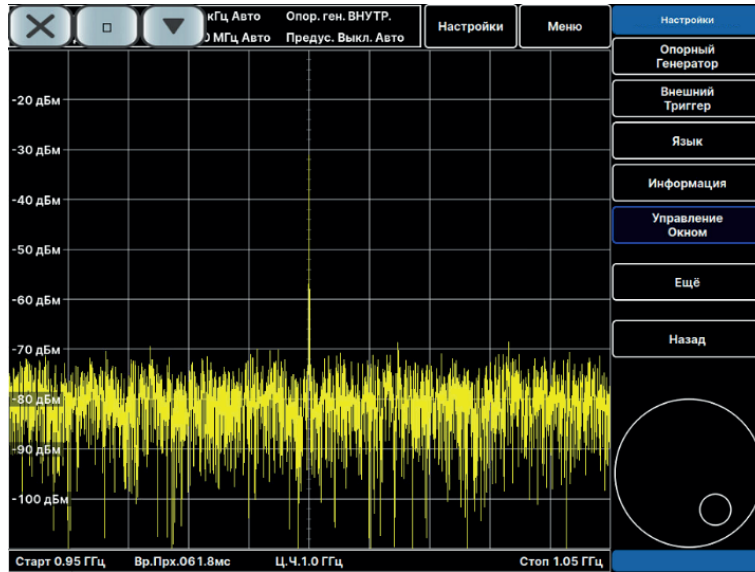

Рис. 12. Элементы управления окном
- нажмите экранную клавишу **Управление окном / Window Controls**, появятся 3 элемента управления окном в верхнем левом углу (Рис. 12):